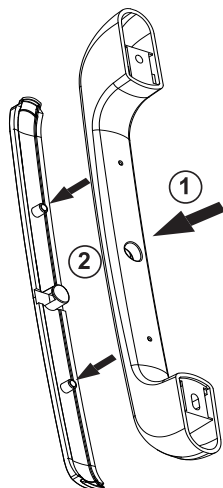

Рис.4.1
1. Нажмите на толкатель чтобы отделить накладку ручки. Рис.4.1